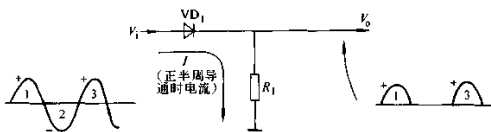

图 1-42 半波整流电路
整流电路的种类很多，这里以图 1-42 所示半波整流电路为例。电路中， VD_1 是二极管，由于用于整流，所以称之为整流二极管。 R_L 是整流电路的负载电阻，在实用电路中这一负载不一定是电阻，而是某一个电子电路，这里为了分析电路的方便用一个电阻来代替整流电路的负载。 V_1 是整流电路的输入电压，这是一个正弦电压，是交流电压， V_o 是这一半波整流电路的输出电压，是单向脉动性的直流电压。这两种电压的波形见图中所示。
这里以图 1-42、1-43 和 1-44 所示电路中的二极管故障为例, 进行电路故障的分析。
(1) 关于图 1-42 所示电路故障分析主要说明下列几点: